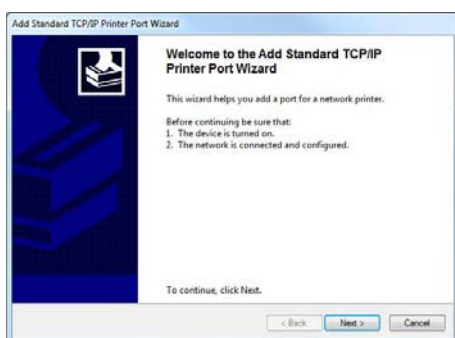

Abbildung 42: Assistent zum Hinzufügen eines Standard-TCP/IP-Druckerports
- Der "Assistent zum Hinzufügen eines Standard-TCP/IP-Druckerports" wird geöffnet. Klicken Sie auf "Weiter >" (siehe Abbildung 42).